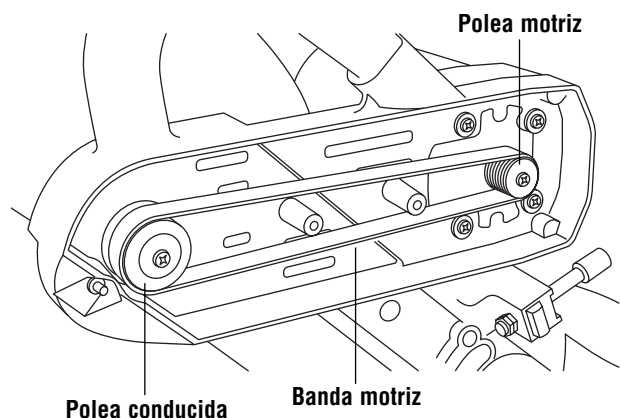

Figura 40. Cambios de banda
3. Corte y quite la banda gastada (Figura 40). Antes de instalar la nueva, limpie muy bien las dos poleas.